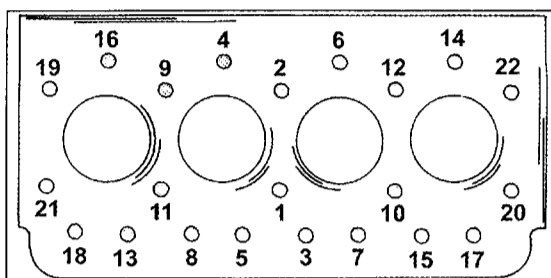
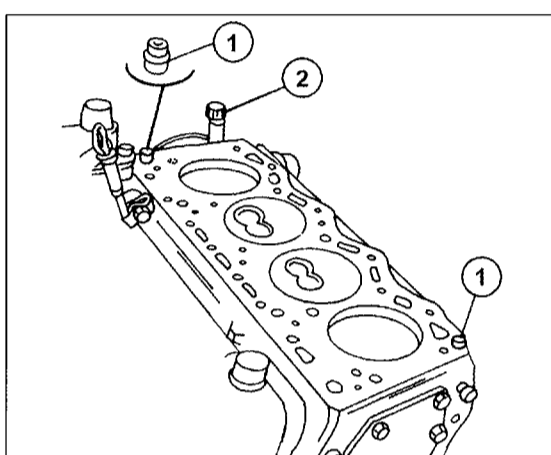

Bild 40
Bild 41
- Als Nächstes erfolgt der Ausbau des Zylinderkopfes. Die Schrauben in umgekehrter Reihenfolge von Bild 40 lockern und alle Schrauben herausziehen. Der Zylinderkopf wird durch zwei Passhülsen auf dem Zylinderblock geführt und kann deshalb nicht seitlich verdreht werden, um die Zylinderkopfdichtung zu lösen. Der Kopf muss gerade nach oben abgehoben werden (vielleicht mit einem Gummihammer nachhelfen). Dabei darauf achten, dass die Kühlmittleitung für den Zylinderkopf nicht beschädigt wird. Bild 41 zeigt den Zylinderblock nach Abheben des Kopfes, woraus man auch die Lage der Passhülsen ersehen kann. Da die Zylinderlaufbüchsen in den Block eingepresst sind, besteht keine Gefahr, dass man sie mit dem Kopf herauszieht.